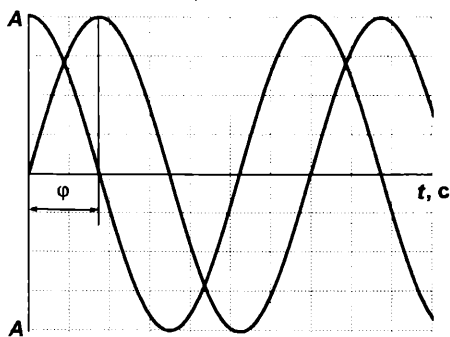
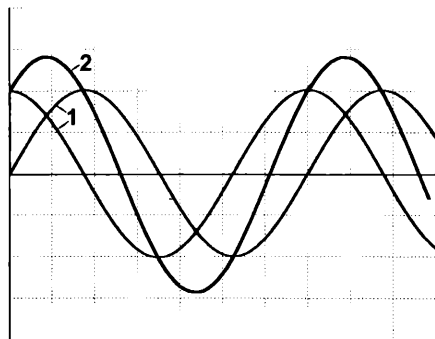

Рис. 4.3. График синусоидальных колебаний, сдвинутых по фазе на четверть периода
Рис. 4.4. Суммирование колебаний, сдвинутых по фазе на четверть периода:
А что будет, если график немного подвигать вдоль оси абсцисс? Как видно из рис. 4.3, это равносильно признанию того факта, что в нулевой момент времени наше колебание не равно нулю. На рис. 4.3 второе колебание начинается с максимального значения амплитуды, а не с нуля. При этом сдвигаются моменты времени, соответствующие целому и половине периода, а в уравнении (1) появляется еще одна величина, обозначаемая буквой φ (фи) и измеряемая в единицах угла — радианах:
фаз) и будет характеризовать такое соотношение. Для колебаний, представленных на рис. 4.3, сдвиг фаз равен 90° ($\pi/2$ радиан). Именно для наблюдения таких колебаний совместно и предназначен многоканальный или многолучевой осциллограф — в обычном фаза колебания определяется только настройками синхронизации.
Обратите внимание, что в общем случае амплитуды и частоты колебаний различны (на рис. 4.3 они одинаковы!).
Для иллюстрации продемонстрируем (рис. 4.4), что получится, если сложить два колебания, которые были представлены на рис. 4.3. Я не буду приводить картинки для иных случаев, так как интересных комбинаций может быть довольно много, но очень рекомендую потратить время на эти упражнения, потому что результаты могут быть весьма неожиданными и вовсе неочевидными. Скажем, при сложении двух синусоидальных колебаний с одинаковой частотой и амплитудой, но со сдвигом фаз в 180° (когда колебания находятся в противофазе), результирующая сумма будет равна нулю на всем протяжении оси времени! А если амплитуды таких колебаний не равны друг другу, то в результате получится такое же колебание, амплитуда которого в каждой точке равна разности амплитуд исходных. Запомним этот факт — он нам пригодится, когда мы будем рассматривать усилители звуковой частоты с обратной связью (см. главу 8).